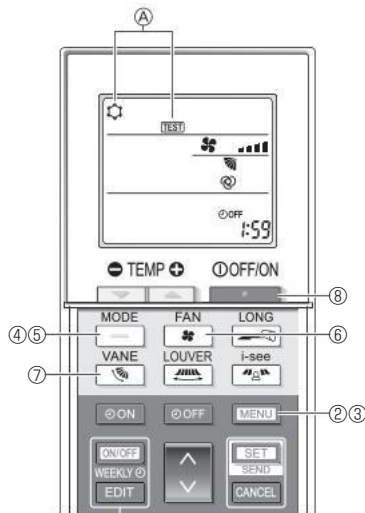

Fig. 8-5
- ① Włączyć zasilanie jednostki co najmniej 12 godzin przed ruchem próbnym.
- ② Nacisnąć przycisk **MENU** na 5 sekund. (Fig. 8-5)
- ③ Nacisnąć przycisk **MENU**.
Zostanie wyświetlony napis ① [TEST] i bieżący tryb pracy. (Fig. 8-5)
- ④ Nacisnąć przycisk **—**, aby uaktywnić tryb chłodzenia, a następnie sprawdzić, czy chłodne powietrze jest wydychane z urządzenia.
- ⑤ Nacisnąć przycisk **—**, aby uaktywnić tryb grzania, a następnie sprawdzić, czy ciepłe powietrze jest wydychane z urządzenia.
- ⑥ Nacisnąć przycisk **—** i sprawdzić, czy zmienia się prędkość wentylatora.
- ⑦ Nacisnąć przycisk **—** i sprawdzić, czy automatyka żaluzji działa poprawnie.
- ⑧ Nacisnąć przycisk **—**, aby zatrzymać ruch próbny.